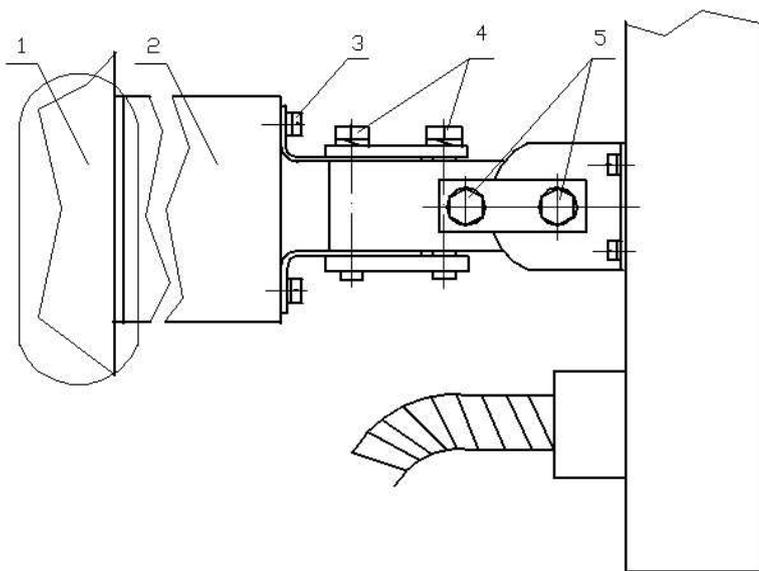

Рис. 10.4
10.2.1 Вариант установки блоков на стене 1 (заграждении) показан на рис. 10.4. Блоки размещаются на высоте не меньшей 0,8...1,1 м над «усредненной» поверхностью земли, пола или грунта. Вначале производится разметка для крепления кронштейна 2 (УЗК-1). Центры отверстий располагаются в углах условного прямоугольника 80×60. С помощью винтов 3, пружинных шайб и гаек прикрепить БПРД (БПРМ) к кронштейну 2. Просверлить соответствующие отверстия в
10.2.4 Для проведения юстировки по азимуту необходимо ослабить болты 4 (рис. 10.4) до обеспечения возможности поворота блока с мягким усилием. Повернуть блок БПРМ (БПРД) в направлении противоположного блока БПРД (БПРМ) данного участка. Затянуть болты 4 до выпрямления пружинных шайб.
10.2.5 Для проведения визуальной юстировки по углу места (см. рис. 10.4) ослабить болты 5 до обеспечения поворота блока с мягким усилием. Повернуть блок БПРМ (БПРД) в направлении противоположного блока. Затянуть болты 5 до выпрямления пружинных шайб.